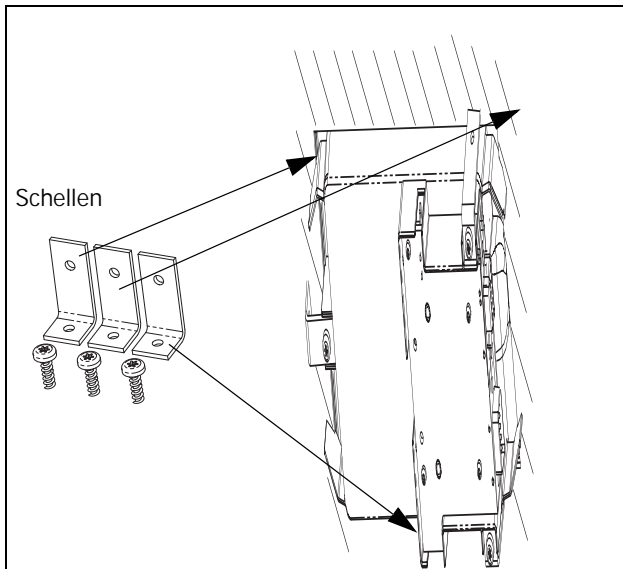

Abb. 4 Montage des Befestigungsrahmens mittels Schellen.
3. Befestigen Sie den Rahmen entsprechend Abb. 4 von innen an der Schranktür mittels der drei Schellen und Schrauben.